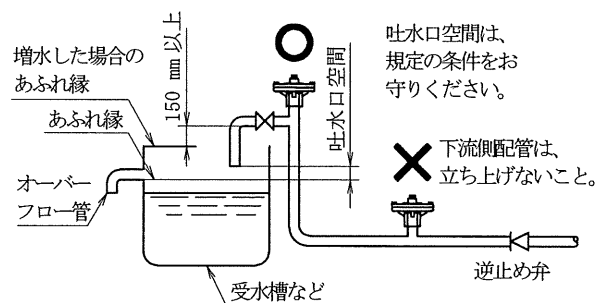

図5 取付
<ul style="list-style-type: none">● バキュームブレーカの下流側配管は、立ち上げないでください。● バキュームブレーカ単体では逆流防止機能がありません。逆流防止として使用する場合は、バキュームブレーカを増水した場合のあふれ縁(図 5 参照)から 150 mm 以上配管を立ち上げ、その頂部に取り付け、バキュームブレーカの上流には、逆止め弁を取り付けてください。
- (1) バキュームブレーカの下流側配管は、立ち上げないでください。
- (2) バキュームブレーカ単体では逆流防止機能がありません。逆流防止として使用する場合は、バキュームブレーカを増水した場合のあふれ縁(図5参照)から150 mm以上配管を立ち上げ、その頂部に取り付け、バキュームブレーカの上流には、逆止め弁を取り付けてください。
- (3) 周囲が清潔な所に取り付け、また吸気口は保温しないでください。
- (4) ごみかみなどによる、万一の吸気口からの水漏れを配慮して、水漏れしても安全な場所に取り付けてください。
- (5) 必要があるときは、空気抜弁体(7)を緩めると、配管内の空気を抜くことができます。